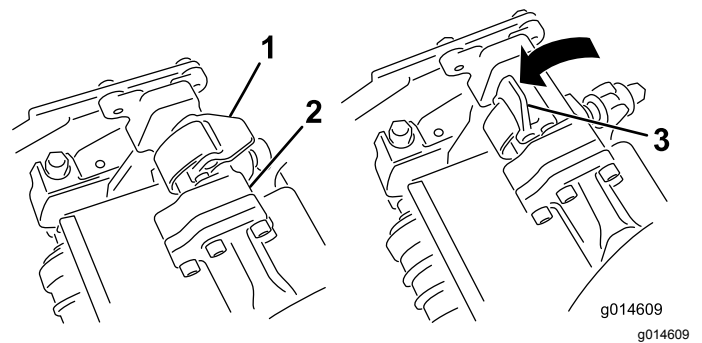
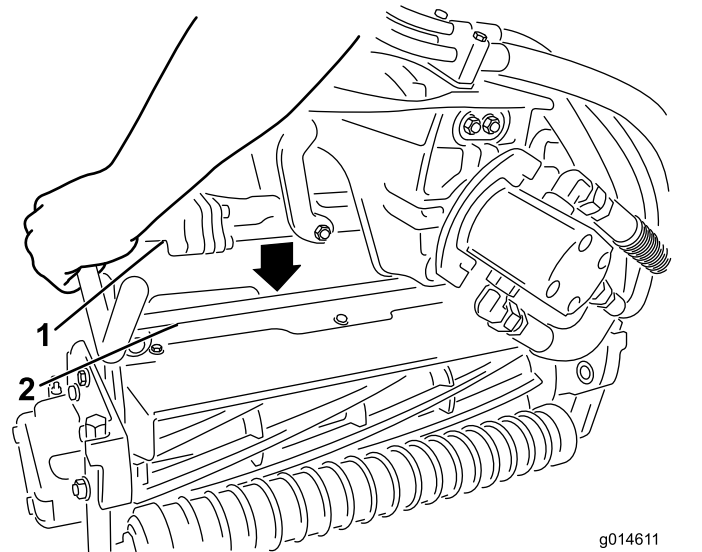

Bild 46
Bild 47
4. Drücken Sie die Riegel nach unten um die Schneideinheitstange herum und arretieren sie (Bild 46).
3. Die Riegel an der Aufhängearmstange müssen nach oben zeigen (d. h. offen) (Bild 46); drücken Sie den Aufhängearm dann so nach unten, dass die Stange über die Stange an der Oberseite der Schneideinheit passt (Bild 47).
4. Öffnen Sie die Riegel an der Aufhängearmstange der Schneideinheit, die Sie entfernen möchten (**Bild 46**).